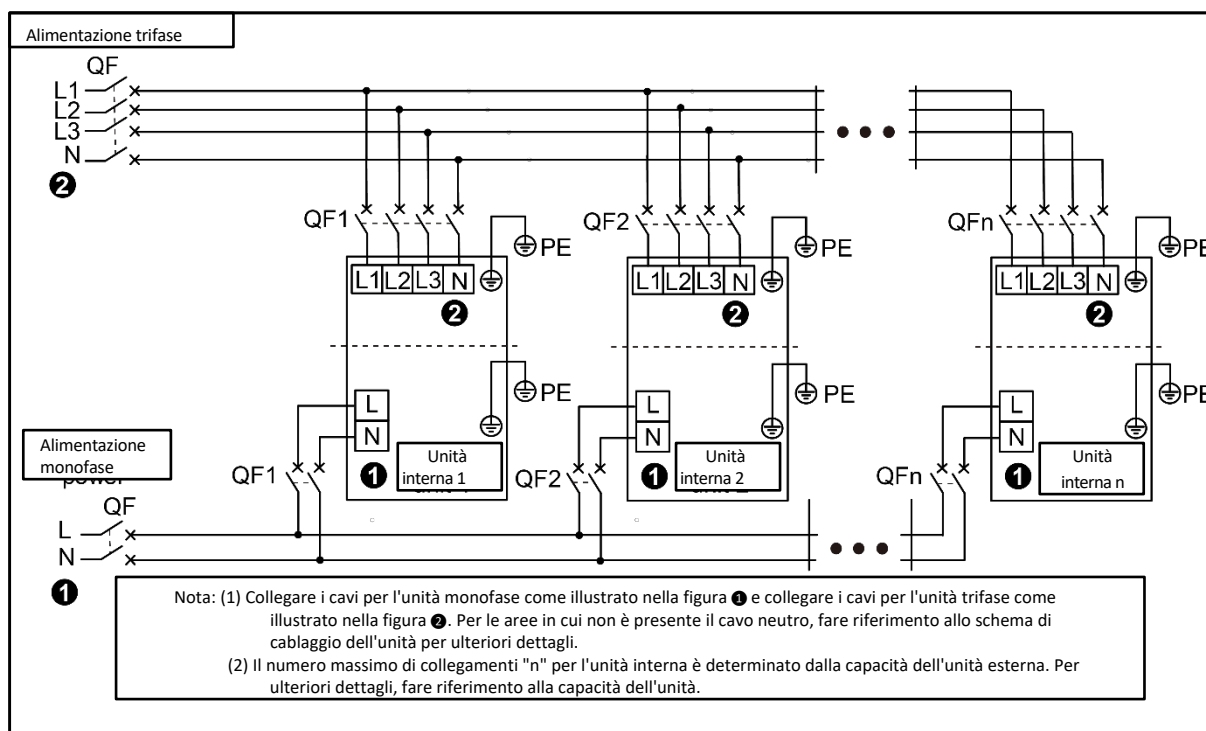

Fig. 5.2
- 3 Collegare i fili come indicato nella Fig. 5.2.